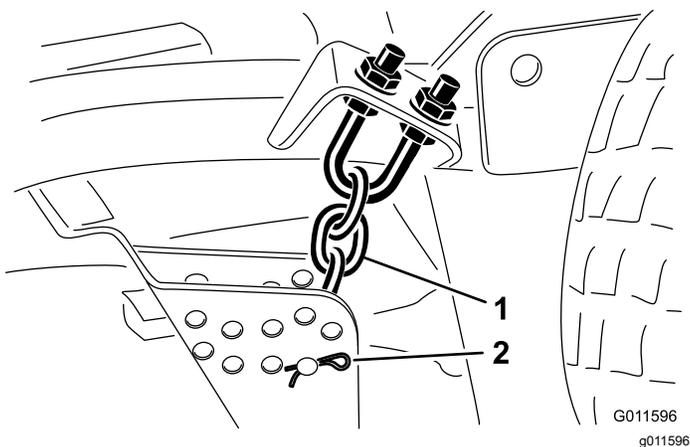

Figura 19
9. Togliete la coppiglia e il perno con testa che fissano le catene dell'altezza di taglio sul retro dell'apparato di taglio (Figura 19).